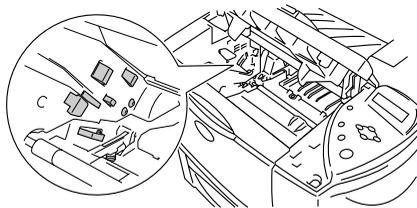

Abbildung 5-11
- Berühren Sie nicht die in Abbildung 5-11 gezeigten Elektroden, um den Drucker nicht durch statische Elektrizität zu beschädigen.